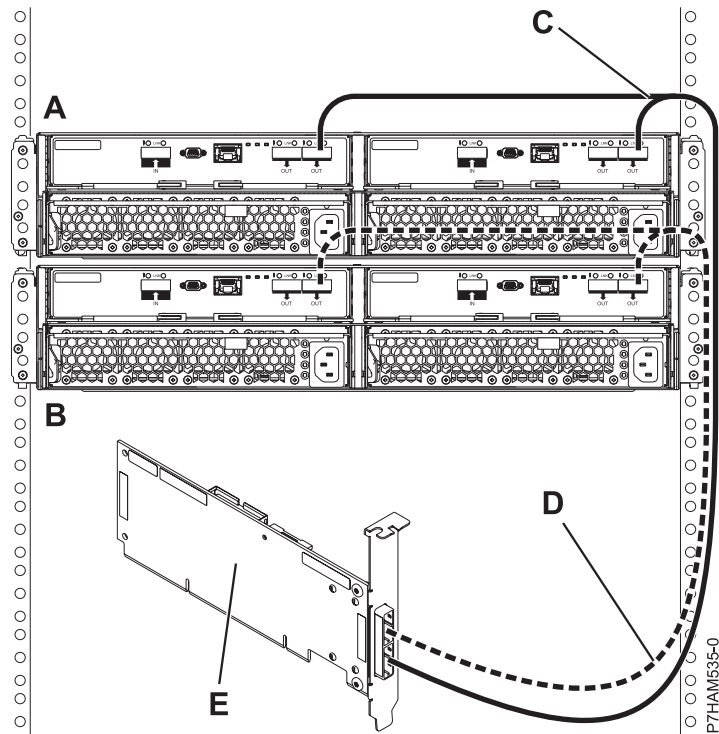

Figure 36. Mode 1 de connexion de deux boîtiers d'unité de disque 58/87 via des câbles YO à un adaptateur SAS unique
9. Effectuez la connexion de mode 1 de deux boîtiers d'unité de disque 58/87 (A et B) via des câbles YO (C et D) à un adaptateur SAS unique (E) comme illustré à la figure 36, à la page 71.